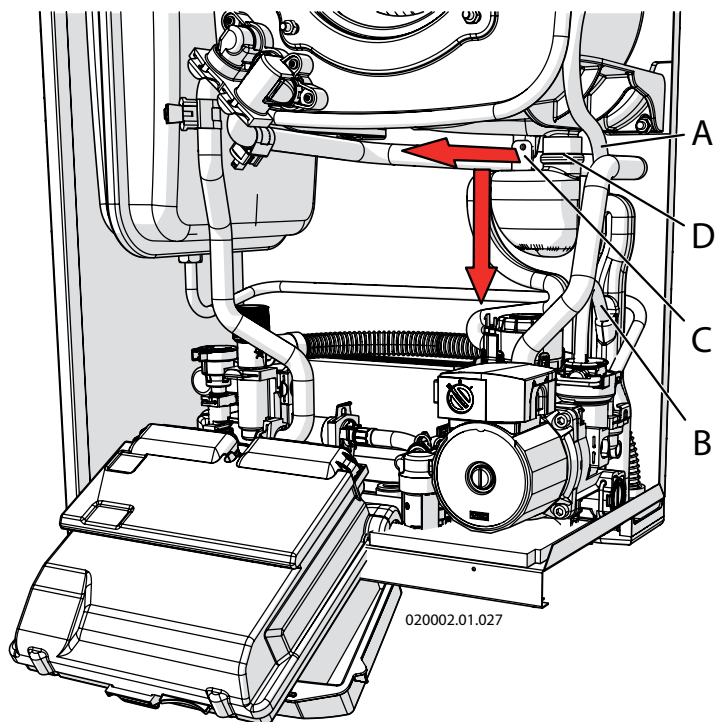

Figure 8-6 - Démontage du siphon de condensation
Pour nettoyer correctement le siphon de condensation, qui collecte et canalise la condensation produite par la combustion, la procédure est la suivante (voir les figures 8-6, 8-7 et 8-8):
- 1.- avec la chaudière allumée, forcer le chauffage à sa puissance maximum, comme indiqué au chapitre 8.14 de façon à ce que le brûleur fonctionne à la puissance maximum et le niveau du liquide dans le siphon "D" (voir la figure 8-6) baisse. Ceci fait, éteindre la chaudière et la déconnecter du réseau électrique;